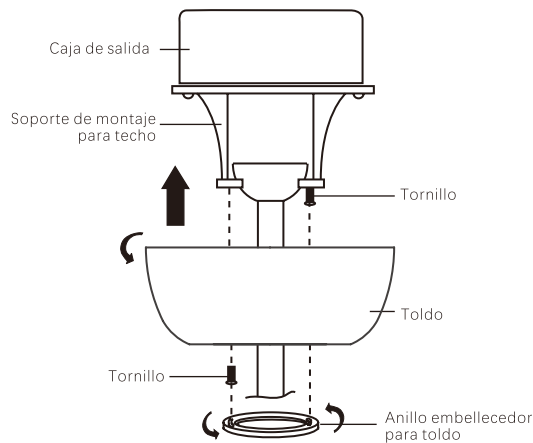

Imagen 14
**Paso 2.** Deslice el toldo hacia el soporte de montaje y coloque una de las ranuras de agujeros para llave sobre el tornillo de montaje del soporte de montaje. Gire el toldo hasta que la cabeza del tornillo se ajuste en su lugar y la sección angosta del agujero para llave. Vea imagen 14.
**NOTA:** Ajuste los tornillos del toldo lo que sea necesario hasta que el toldo y el anillo embellecedor para toldo estén colocados sin problemas. (Imagen 14)